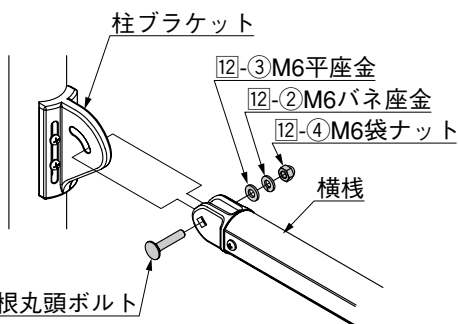

図4-6
- ④ 図4-6を参照して、横棧を柱ブラケットに12-1、12-2、12-3、12-4で仮止めしてください。